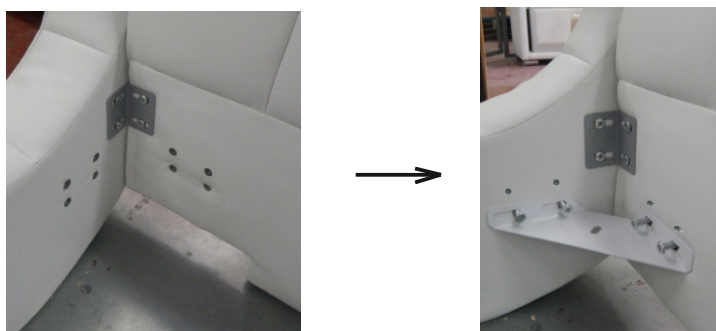

рис. 3
4. С помощью крепежных уголков (Ф-5) и винтов М6х25 (Ф-1) стяните нижние части головной спинки (дет. 1) и боковых царг (дет.2). Далее установите кронштейны (Ф-4) предварительно определив на какую глубину будет залегать матрас относительно царг. Закрепите кронштейны с помощью винтов (Ф-1) так, как это показано на **рис. 3**.